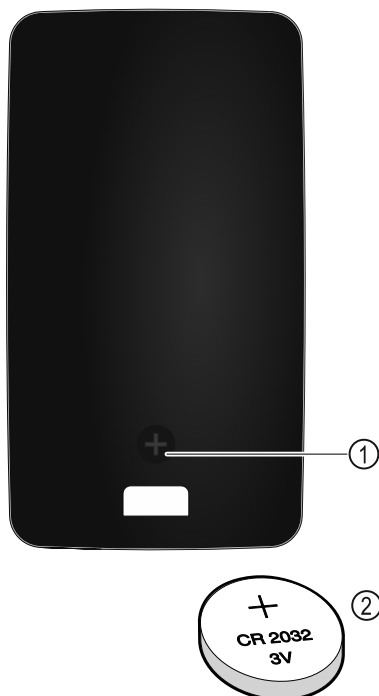

Fig. 149
Diaľkové ovládanie je napájané batériou typu CR 2032 s 3 V Fig. 149 (2), ktorú si môžete kúpiť v špecializovanom obchode.
- Vyskrutkujte skrutku Fig. 149 (1) na zadnej strane diaľkového ovládania.